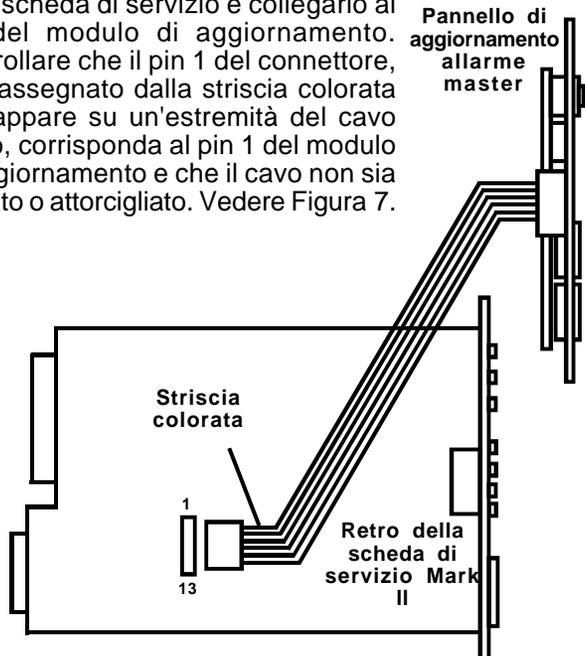

Figura 7 Collegamenti del pannello di aggiornamento allarme master
- (1) Disinserire l'alimentazione sul rack del System 57.
- (2) Sul pannello frontale allentare le due viti che trattengono la scheda di servizio e, avvalendosi dell'estrattore fornito in dotazione, togliere la scheda dal rack.
- (3) Inserire il connettore collegato al pannello di aggiornamento nella fessura posta sulla parte posteriore della scheda di servizio e collegarlo ai pin del modulo di aggiornamento. Controllare che il pin 1 del connettore, contrassegnato dalla striscia colorata che appare su un'estremità del cavo piatto, corrisponda al pin 1 del modulo di aggiornamento e che il cavo non sia piegato o attorcigliato. Vedere Figura 7.